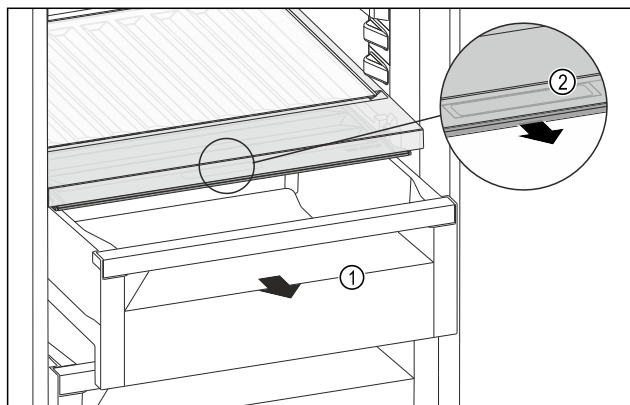

Fig. 210
- Zásuvku Fig. 210 (1) vytáhněte.
- Uchopte prohlubeň pro rukojeť Fig. 210 (2) na víku zásuvky a současně zatáhněte za víko zásuvky směrem dopředu.